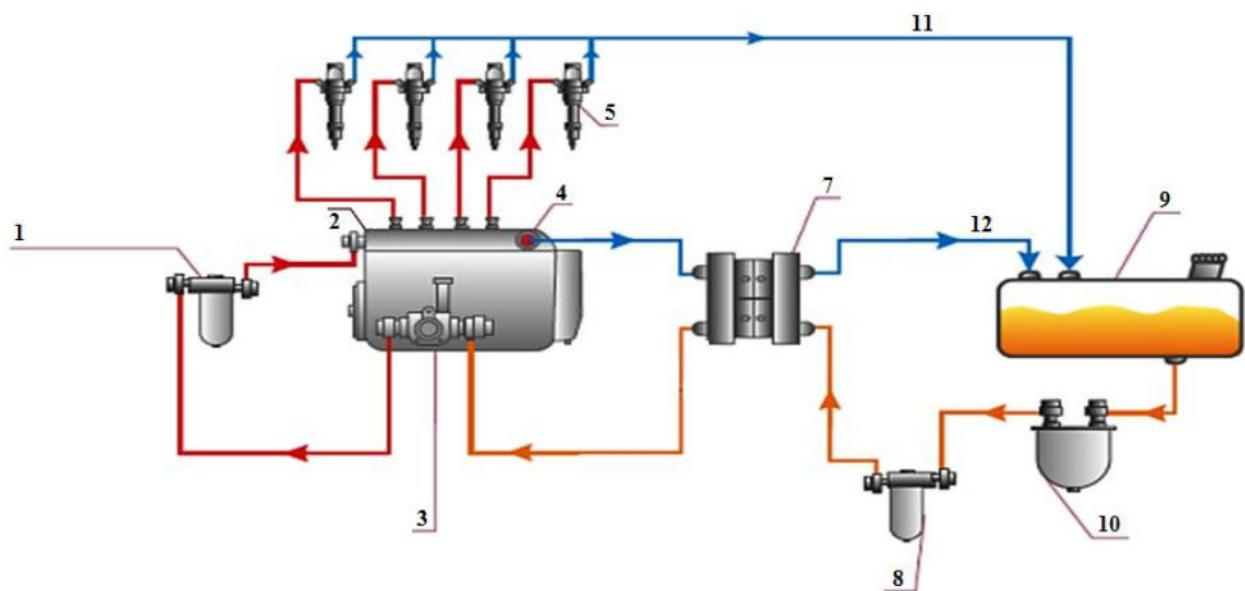

рис. 4.9. Установка подающей камеры на разрежение,
- установка подающей камеры производится в топливную магистраль до ТННД (на разрежение). В данном случае обязательна установка дополнительного ФТО (рис. 4.9).